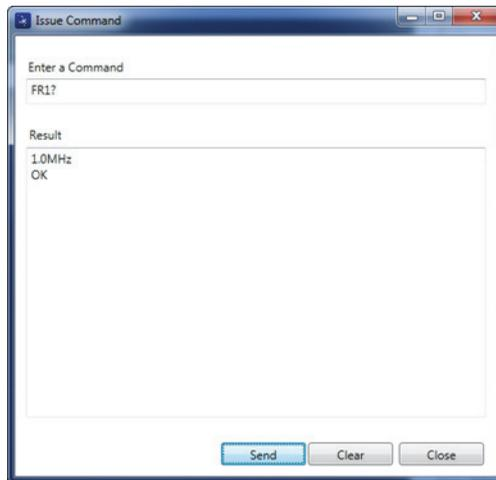

图 6-18 发布指令对话框
出现 **Issue Command**（发布指令）对话框（参见第 297 页的图 6-18）。
2. 在 **Issue Command**（发布指令）对话框中，输入一个指令（参见第 297 页的图 6-18）。
3. 在 **Issue Command**（发布指令）对话框中，点击 **Send**（发送）（参见第 297 页的图 6-18）。